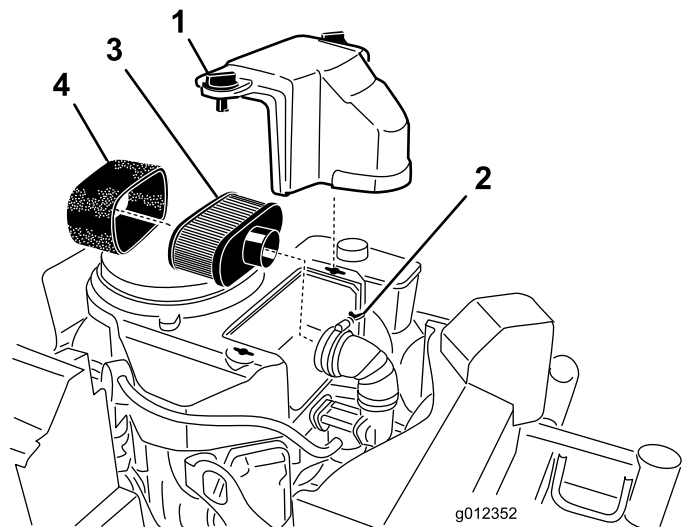

Figure 21
3. Nettoyez la surface autour du filtre à air pour éviter que des impuretés n'endommagent le moteur en tombant à l'intérieur (Figure 21).
4. Dévissez les boutons du couvercle et déposez le couvercle du filtre à air (Figure 21).
5. Dévissez le collier et déposez l'ensemble filtre à air (Figure 21).
6. Sortez délicatement l'élément en mousse de l'élément en papier (Figure 21).
1. Ne nettoyez pas l'élément en papier. Remplacez-le (Figure 21).
1. Glissez délicatement l'élément en mousse sur l'élément en papier (Figure 21).
2. Posez l'ensemble filtre à air sur sa base et fixez-le en place avec les 2 écrous à oreilles (Figure 21).
3. Mettez le couvercle du filtre en place et serrez le bouton (Figure 21).